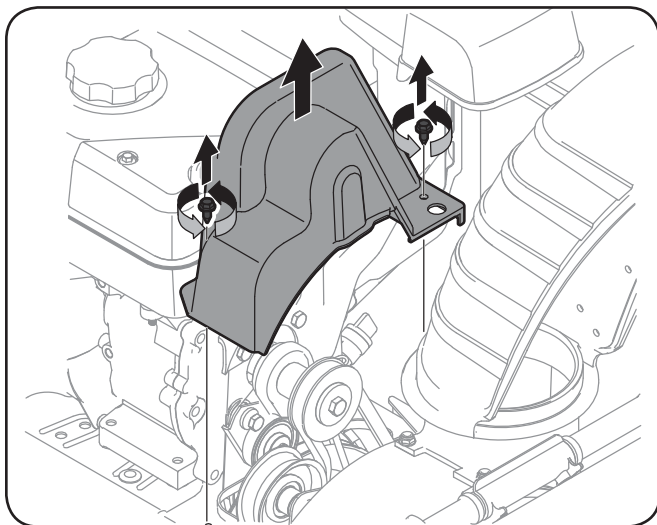

Figure 7-1
2. Retirez le couvre-courroie en plastique sur le devant du moteur en enlevant les deux vis auto-taraudeuses. Voir la Figure 7-1.